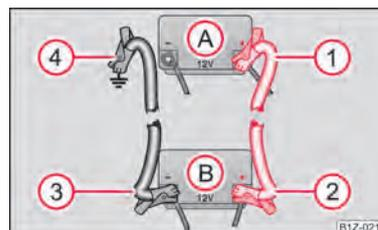

Fig. 171 Auxílio de arranque com a bateria de outro veículo: A - Bateria do veículo descarregada, B - Bateria fornecedora de corrente
- Fixe uma extremidade ① ao borne positivo ⇒ Fig. 171 da bateria descarregada ①.
- Fixe a outra ponta ② no pólo positivo da bateria fornecedora de corrente ②.